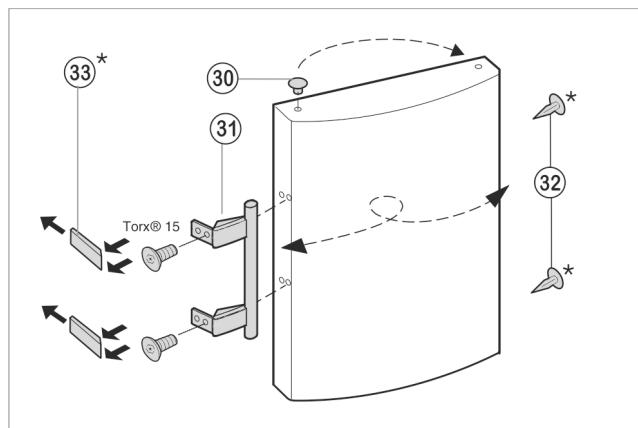

Fig. 8
- ▶ Võtke kork Fig. 8 (30) ukse laagripuksist välja ja paigutage ümber.
- ▶ Monteerige uksekäepide Fig. 8 (31), kork Fig. 8 (32) ja surveplaadid Fig. 8 (33) küljest ära ja paigutage vastaspoolele ümber.